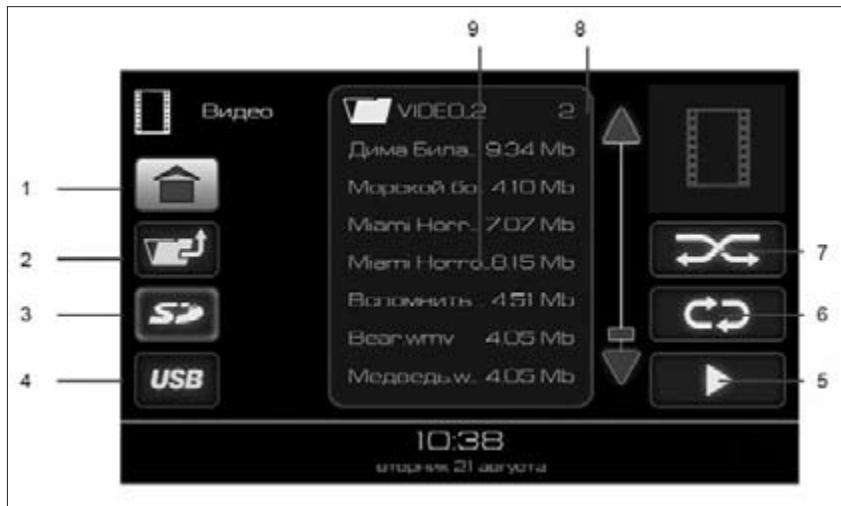
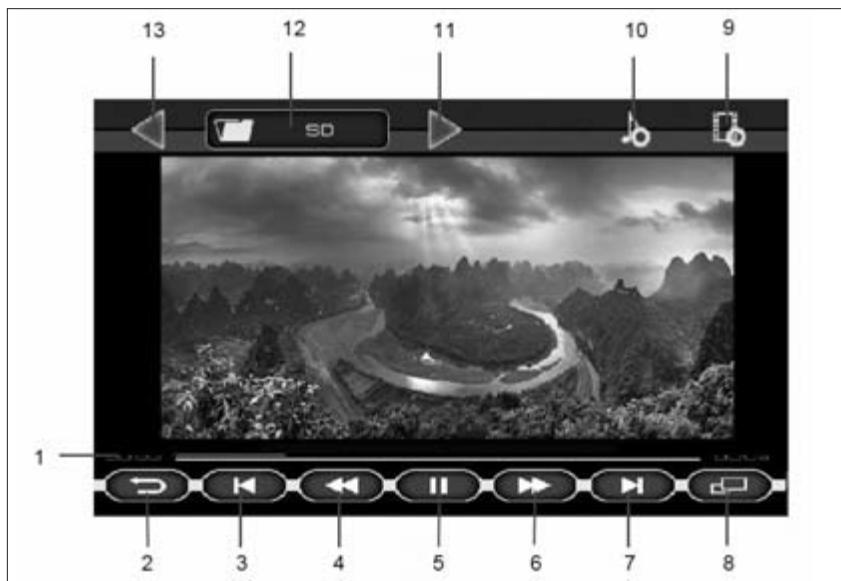

Рис. 6. Окно режима «ВИДЕО»
Рис. 7. Окно проигрывания видеофайлов
Доступные для воспроизведения видеофайлы и папки отображаются в списке (9), рис. 7. Двойное нажатие на изображение папки  отобразит список видеофайлов в этой папке. Для выхода из папки нужно нажать кнопку 2 (рис. 6).
режима повторного воспроизведения выбранного файла (кнопка 6, рис. 6);
– либо нажатие на кнопку воспроизведения файлов (кнопка 6, рис. 6) позволяет воспроизвести все видеофайлы, находящиеся в списке (9) на рис. 6;
– либо выбор папки одиночным нажатием на изображение папки  в списке (9) рис. 6, а затем нажатие кнопки воспроизведения файлов (кнопка 5, рис. 6) позволяет воспроизвести все видеофайлы, находящиеся в выбранной папке и ее подпапках.
Для включения полноэкранного режима воспроизведения нажать кнопку **8** (рис. 7) или на изображение.
Если при воспроизведении видеофайла нажать на кнопку **II (5)** (рис. 7), а затем нажать на кнопку возврата (кнопка **2**, рис. 7), то произойдет переход в главное меню и в кнопке «**Видео**» (рис. 2) появляется индикатор паузы. Этот режим позволяет вернуться к воспроизведению видеофайла с того места, где была поставлена пауза.